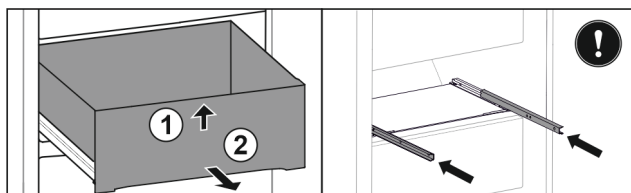

Fig. 98
- ▶ Unieść szufladę z przodu. Fig. 98 (1)
- ▶ Wyjąć szufladę do przodu. Fig. 98 (2)